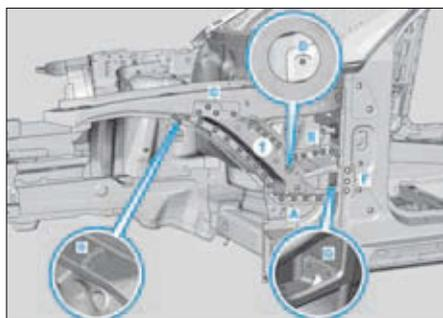

FIG. 8
- Dépointer les points de soudure sur la partie inférieure avant du doublure d'aile avant (1) dans les zones (A, B, C, D, E, F et G) (Fig.8).